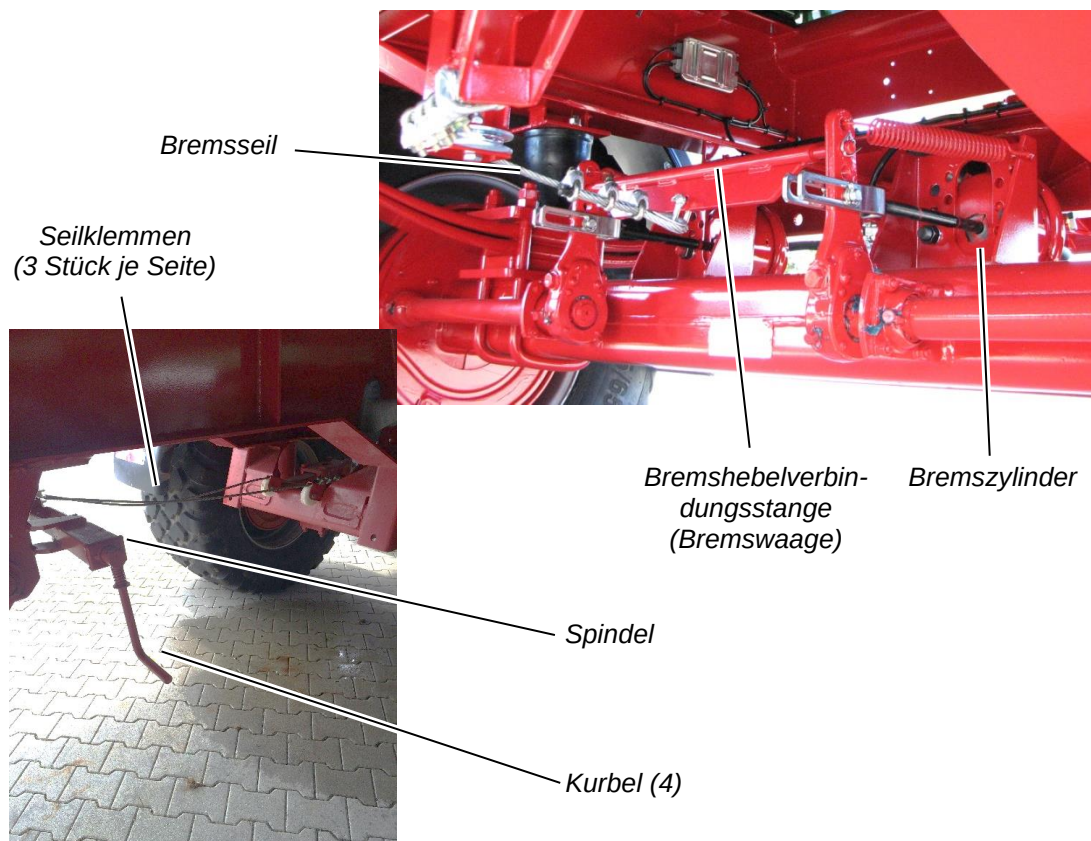

Abbildung 51: Feststellbremse an der Hinterachse
- ⇒ Lösen Sie die 3 Seilklemmen einer Seite (siehe Abbildung 51).
- ⇒ Schrauben Sie die 3 Seilklemmen wieder fest an (siehe Abbildung 51, Seite 123).
- ⇒ Lösen Sie alle 6 Seilklemmen (siehe Abbildung 51) und setzen Sie die 6 Seilklemmen neu.
- ⇒ Schrauben Sie alle 6 Seilklemmen wieder fest an (siehe Abbildung 51, Seite 123).
- ⇒ Schrauben Sie alle 6 Seilklemmen fest an (siehe Abbildung 51, Seite 123).